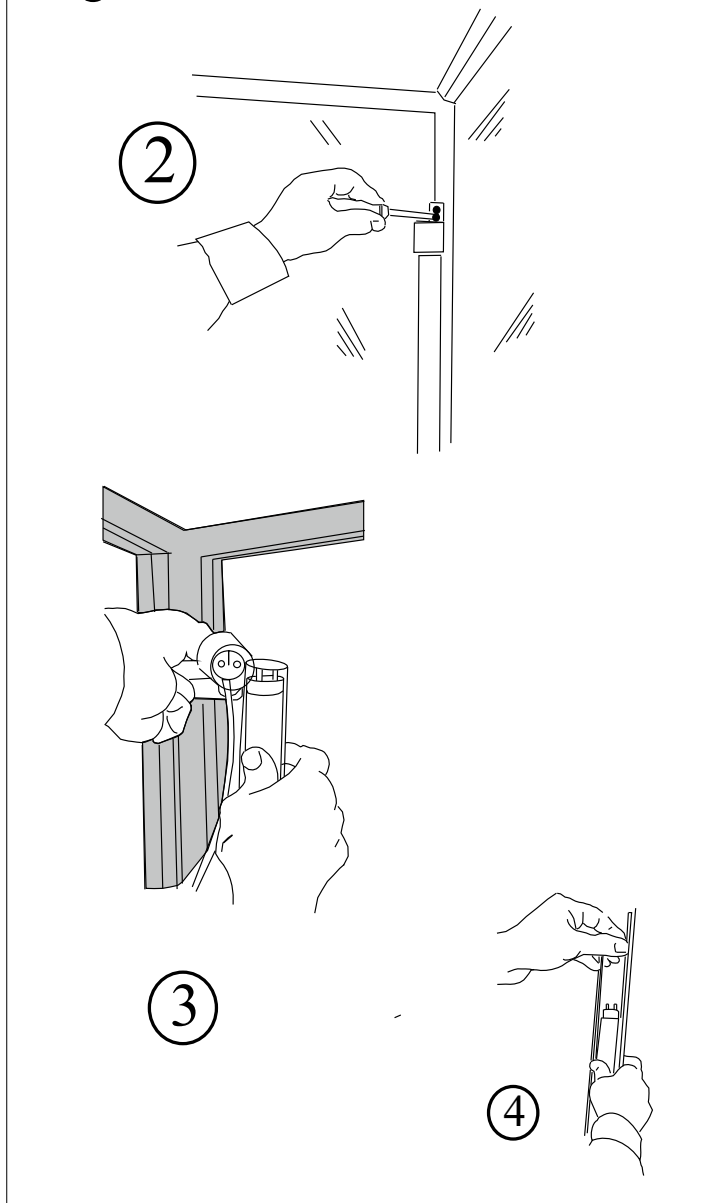

Fig.1
1. Togliere l'alimentazione elettrica, agendo sull'interruttore generale e sfilando la spina dalla presa. 2. Togliere le viti di fissaggio della griglia anteriore e toglierla. 3. Con un pennello eliminare lo strato di pulviscolo dalle alette del condensatore. 4. Con l'aspirapolvere togliere la polvere residua. 5. Rimontare la griglia e ripristinare l'alimentazione elettrica (vedi Fig. 1).
1. Switch off the appliance by turning off the power switch and pulling the plug out of the socket. 2. Unscrew the screws attaching the front grille and then remove it. 3. Remove the dust layer from the condenser's fins using a paintbrush. 4. Use a vacuum cleaner to remove any remaining dust. 5. Refit the grille and switch on the electricity supply (see figure 1).
1. Schalten Sie den Strom ab, indem Sie den Hauptschalter betätigen und den Stecker aus der Steckdose ziehen. 2. Befestigungsschrauben des vorderen Gitters entfernen und das Gitter abnehmen. 3. Mit einem Pinsel den Staub von den Lamellen des Kondensators entfernen. 4. Mit einem Staubsauger den restlichen Staub beseitigen. 5. Gitter wieder einbauen und die Stromversorgung wieder herstellen (siehe Abb. 1).
1. Schakel de elektriciteit van het apparaat uit met behulp van de hoofdschakelaar en door de stekker vervolgens uit het stopcontact te halen. 2. Verwijder de schroeven van het rooster aan de voorkant en neem het rooster weg. 3. Met een kwastje de stoflaag van de koelribben verwijderen. 4. Gebruik een stofzuiger om de rest van het stof te verwijderen. 5. Plaats het rooster terug en sluit de elektriciteit weer aan (zie fig. 1).
1. Desligue a alimentação eléctrica, actuando no interruptor geral e extraindo a ficha da própria tomada. 2. Tire os parafusos de fixação da grelha dianteira e remova-a. 3. Com um pincel elimine a camada de poeira das aletas do condensador. 4. Com o aspirador de pó, elimine os resíduos de pó. 5. Volte a montar a grelha e ligue novamente a alimentação eléctrica (ver a Fig. 1).
1. Slå från eltilförseln med huvudströmbrytaren och dra ut kontakten ur uttaget. 2. Lossa fästskruvarna på det främre gallret och ta bort det. 3. Avlägsna dammlagret från kondensorns flänsar med en pensel. 4. Dammsug bort resterande damm mellan flänsarna. 5. Sätt på gallret igen och koppla på strömmen (fig.1)
1. Afbryd for strømmen ved at slukke for hovedafbryderen og ved at trække stikket ud. 2. Afmonter skrueerne og tag forribben af. 3. Fjern støvlaget fra kondensatorens vinger med en pensel. 4. Benyt en støvsuger for at fjerne resten af støvet. 5. Montér ribben igen og tænd for strømmen igen (Jvf. fig. 1).
1. Schakel de elektrische voeding uit middels de hoofdschakelaar en haal de stekker uit het stopcontact. 2. De beschermingsrooster wegnemen, die zich in het voorste gedeelte bevindt, nadat de schroeven zijn weggehaald. 3. Met een kwastje het stoflaagje op de ribben van de koelinstallatie verwijderen. 4. Verwijder met een stofzuiger het overige stof tussen de ribben. 5. De rooster weer terug monteren en de stroomtoevoer herstellen (zie fig. 1).